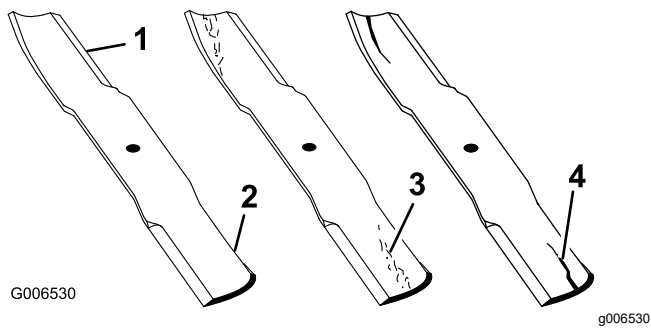

Bild 69
1. Untersuchen Sie die Schnittkanten (Bild 69).
4. Wenn Sie Risse, Verschleiß oder Rillenbildung in diesem Bereich feststellen, sollten Sie sofort ein neues Schnittmesser einbauen (Bild 69).